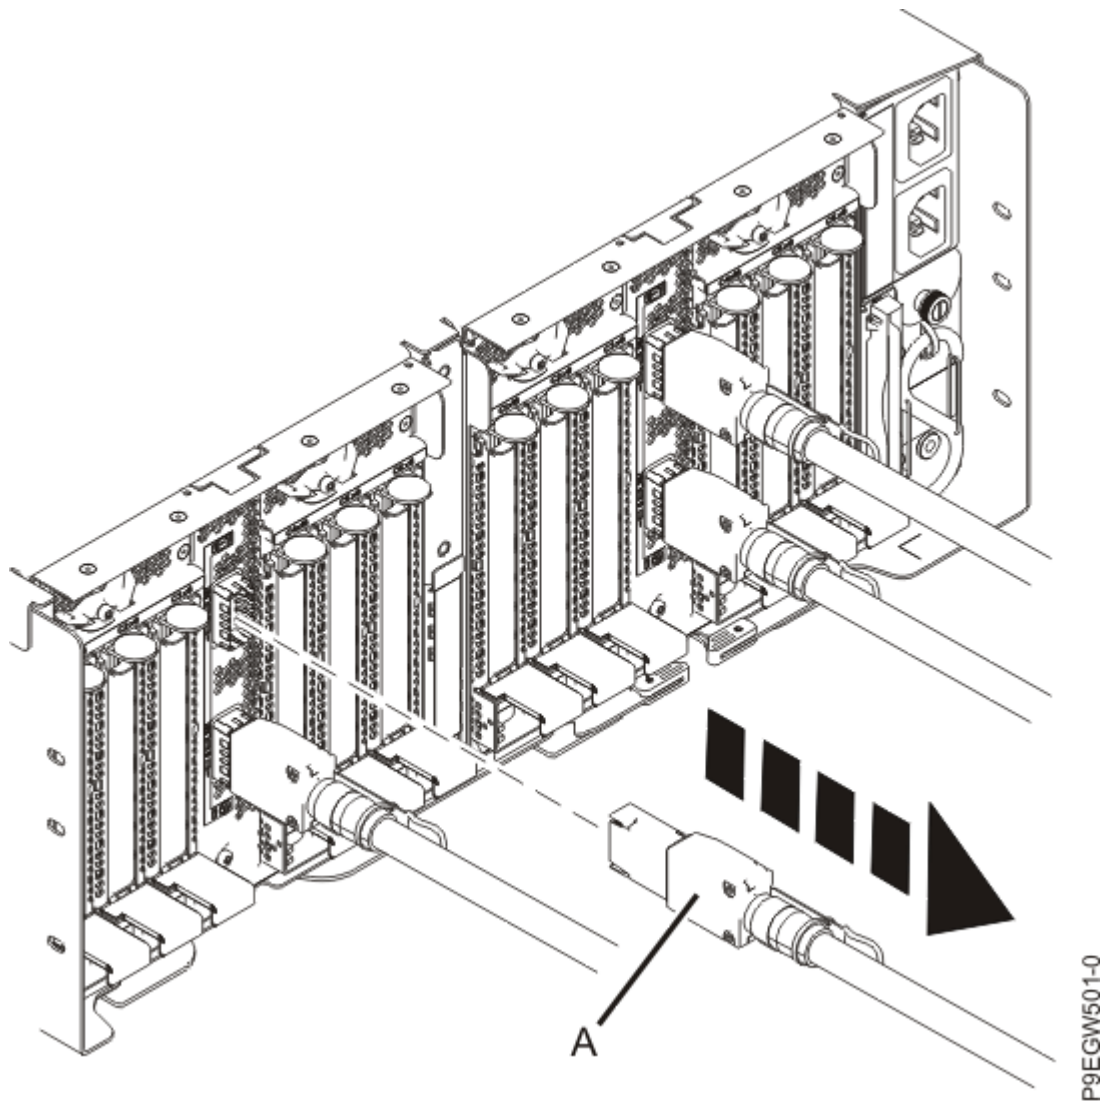

Abbildung 4. Kabel des Erweiterungseinschubs aus dem Einschub für EMX0-PCIe3-Erweiterungen entfernen
3. Fassen Sie die Haltezunge und ziehen Sie das andere Ende des Kabels des Erweiterungseinschubs **(A)** aus dem Anschluss des E/A-Moduls am Einschub für EMX0-PCIe3-Erweiterungen, wie in Abbildung 4 auf Seite 6 dargestellt.